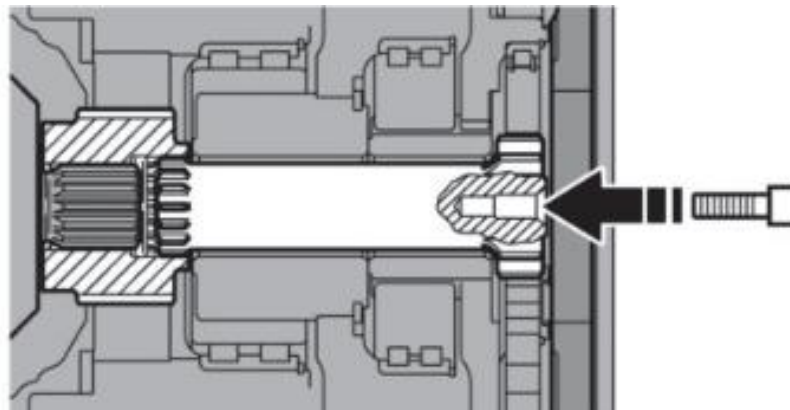

Рисунок 3.137. Установка болта в резьбовое отверстие
- В резьбовое отверстие шлицевого вала, рис. 3.137 (показано стрелкой), вкрутить болт М8х80 ГОСТ 7798-70.